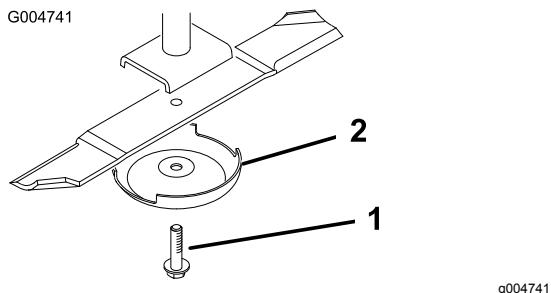

Figure 112
2. Tenez la lame par son extrémité avec un chiffon ou un gant épais. Enlevez le boulon, la coupelle de protection et la lame de l'axe de pivot (Figure 112).